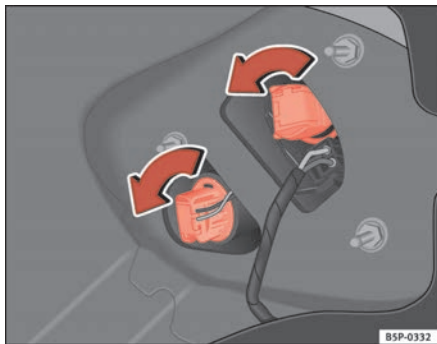

Fig. 194 Luces en la carrocería
- Gire el portalámparas hacia la izquierda ⇒ fig. 194.